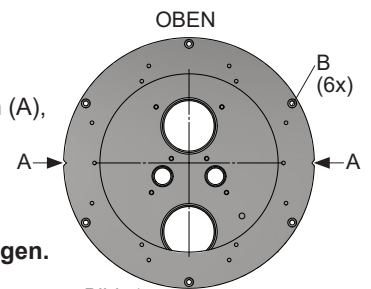

Bild. 1
Die Montage von Edelstahlteilen muss mit Werkzeugen erfolgen, die nur für dieses Material vorgesehen sind, damit die Korrosionsbeständigkeit erhalten bleibt. Alle Schrauben sollten mit Molykote® (im Lieferumfang enthalten) gefettet werden. Die Nische ist waagrecht mit den Knöpfen an der Unterseite zu montieren. Die Flanschseite der Nische hat kleine Einbuchtungen (A), welche die Markierung und Kontrolle für die waagrechte Montage erleichtern, siehe Bild 1. Für Installationsmaße, Platzierung etc. siehe den Abschnitt „Abmessungen“.
1. Machen Sie ein Ø258 mm Loch in der Poolwand. Verwenden Sie die Nische als Schablone für sechs Ø5 Löcher (siehe B, Abb. 1).
2. Montieren Sie die Nische (siehe Bild 1) mit den mitgelieferten Schrauben in der Poolwand.